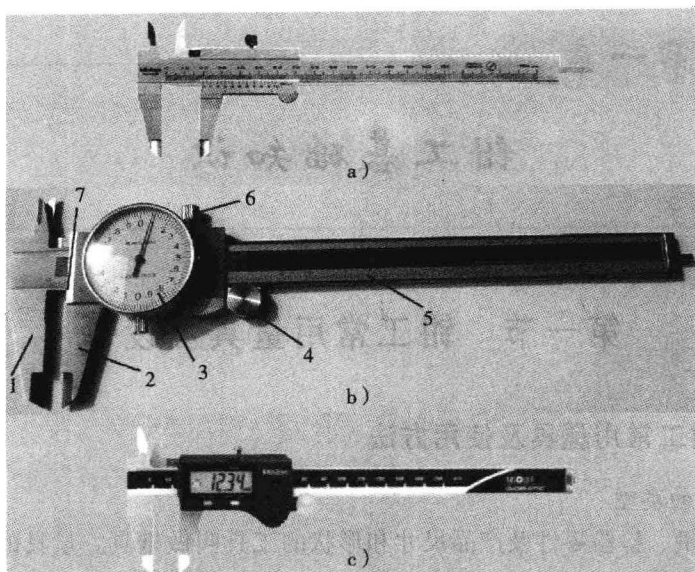

图 1-1 游标卡尺
(1) 游标卡尺 游标卡尺用来测量工件的内、外部尺寸和深度尺寸,是一种常用的中等精度量具。游标卡尺有常规、指针式、数显三种,如图 1-1 所示。